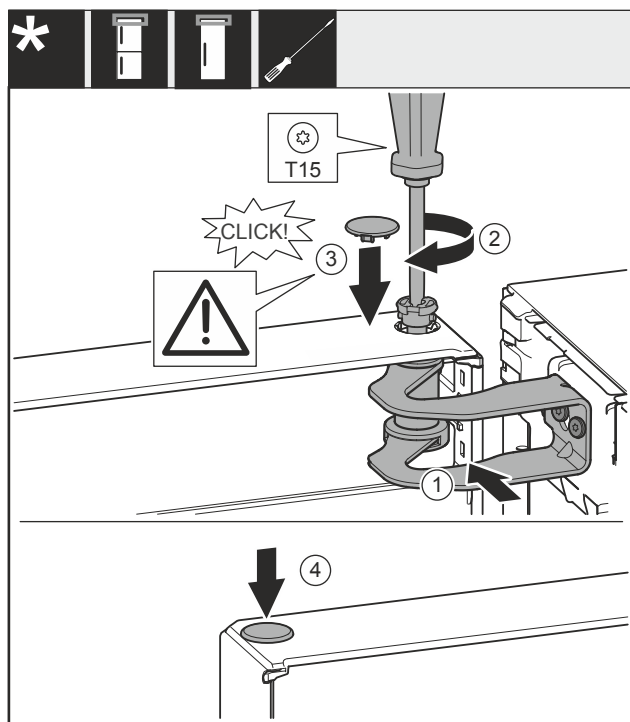

Fig. 57
- Poravnajte vrata prema otvoru u podlošku ležaja Fig. 57 (1).
- Umetnite svornjak Fig. 57 (2) i pritegnite ga odvijačem.
- Postavite poklopac Fig. 57 (3).
- Provjerite da poklopac Fig. 57 (3) naliže na vrata.
► Postavite poklopac Fig. 57 (4).